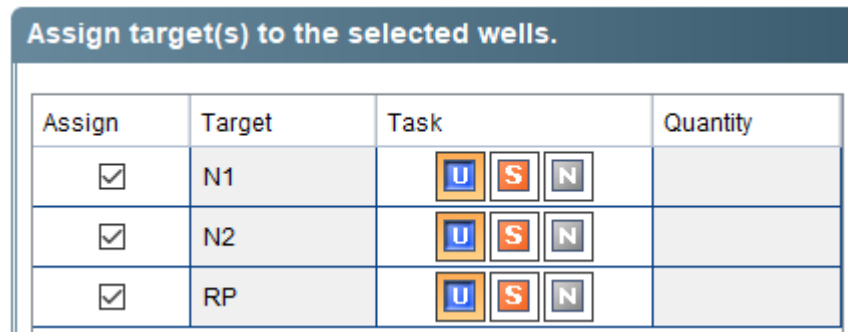

Figura 9 Atribuições de alvos na aba View Plate Layout do software 7500
- 11 Na tabela em **Assign target(s) to the selected well**, marque as três caixas de seleção na coluna Assign para indicar que os três alvos serão monitorados e reportados em todos os poços. Na coluna Task, certifique-se de que "U" está selecionado para os três alvos. Consulte a **Figura 9**.